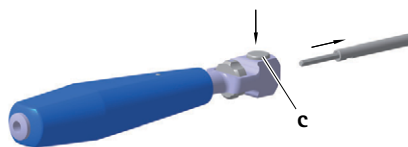

Fig. 2
- Pulsar el botón **c** y retirar el mango **1**, ver Fig. 2.